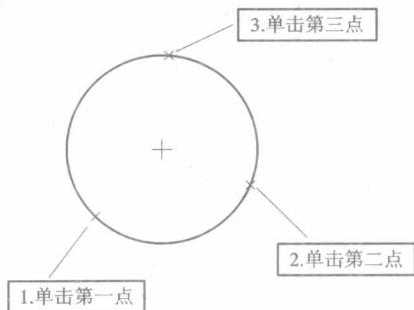

图 2-6 草绘三点圆
(3) 三点方式：单击草绘三点圆图标 ，使用鼠标分别单击三个不在同一直线上的点，系统会根据单击的点确定出圆心和半径，如图 2-6 所示。